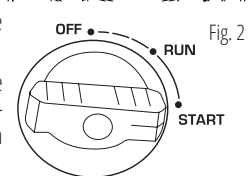

Fig. 2
4. Posizionare l'interruttore multifunzione in una posizione compresa tra “START” e “RUN” (fig. 2). Attenzione! La posizione dell'interruttore del motore dipende dalla temperatura ambiente e dalla composizione della miscela gassosa.
8. Per avviare i modelli KS 2100iG S, KS 3100iG S, ruotare l'interruttore multifunzione del motore in posizione „START“ (fig. 2). Tirare la maniglia dell'avviatore manuale fino ad avvertire una leggera resistenza, quindi tirare in modo relativamente deciso. Riportare lentamente la maniglia con la mano, non rilasciarla di scatto. Ruotare l'interruttore multifunzione del motore in posizione „RUN“ (fig. 2).
3. Ruotare l'interruttore multifunzione del motore in posizione „START“ (fig. 2).